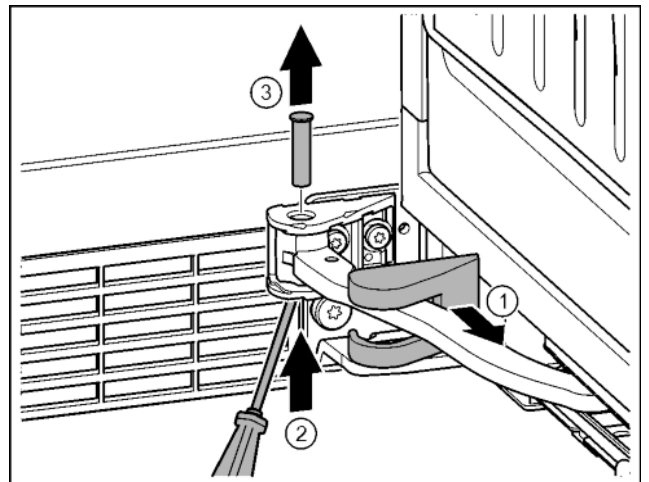

Fig. 18
- Húzza le a csapágybak fedelét, és a csukló mentén tolja el. Fig. 18 (1)
- Ujjjaival vagy egy csavarhúzóval emelje fel lentől a csapszeget. Fig. 18 (2)
- Vigye a csavarhúzót a csapszeg feje alá, és húzza ki azt. Fig. 18 (3)